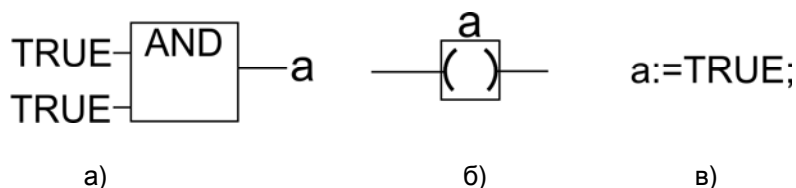

**Рисунок 3.16 – Настройка интерфейса для соединения с ПЛК.
- 1) Выбрать команду «Онлайн | Параметры связи (Online|Communication parameters)» главного меню ПО CoDeSys. Откроется окно «Communication parameters», см. рисунок 3.16, а.
- 2) Нажать кнопку «New» окна «Communication parameters». Откроется окно «Communication parameters: New Channel» (см. рисунок 3.16, б). В этом окне задается имя нового соединения (например, TCP\_IP\_new) и выбирается из перечня интерфейс соединения: «Тср/Ip (Level 2)» (обязательно – «Тср/Ip (Level 2)») для связи по интерфейсу «Тср/Ip».